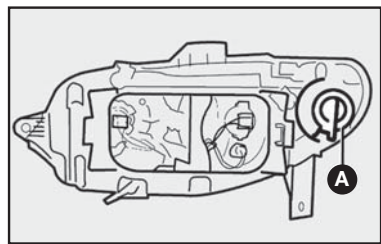

fig. 18
- 1) retirar o porta-lâmpadas **A-fig. 18** girando-o no sentido horário;